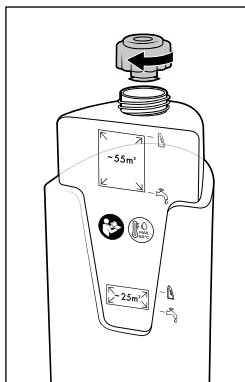

Fig. 10
- ♦ Luk låget til brugsvandsbeholderen ❶ igen (se fig. 10).